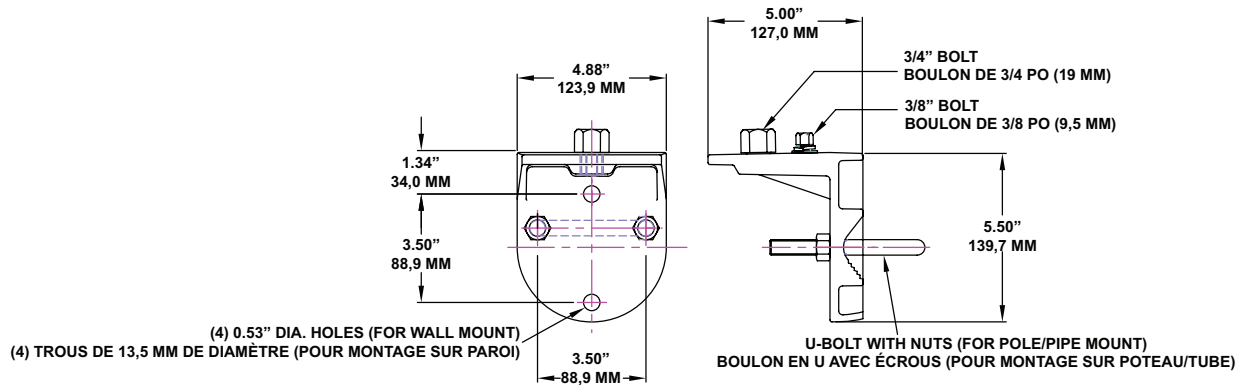

Figure 6: Pipe/Wall Mount Bracket (P/N: G-AM-8-WB)
3. Mount the pipe/wall mount bracket to a flat surface with user-supplied hardware or clamp to a pipe or pole (1 inch to 2-1/2 inch) with U-Bolt and nuts (supplied). Tighten nuts to secure in position. See Figures 6 & 7.
Montez le support de montage sur paroi/sur tube sur une surface plate à l'aide de la quincaillerie ou d'une bride fournie par l'utilisateur sur un tube ou un poteau (de 25,4 mm à 63,5 mm) à l'aide d'un boulon en U et d'écrous (fournis). Serrez les écrous pour fixer en position. Reportez-vous aux Figures 6 et 7.